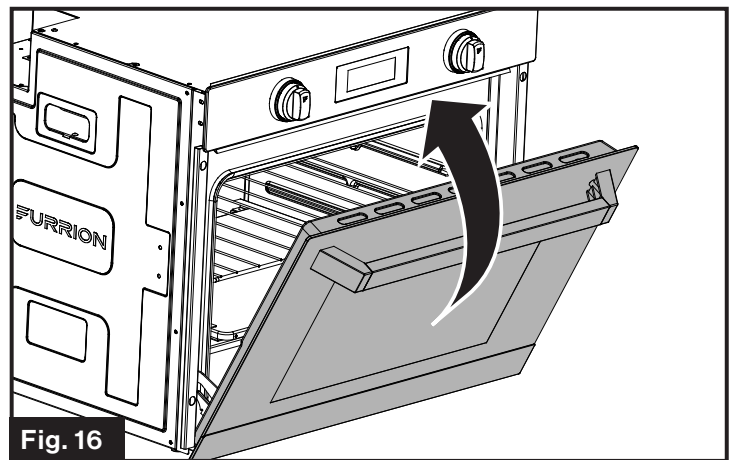

Fig. 16
4. Cierre la puerta hasta que se detenga. (Fig. 16)